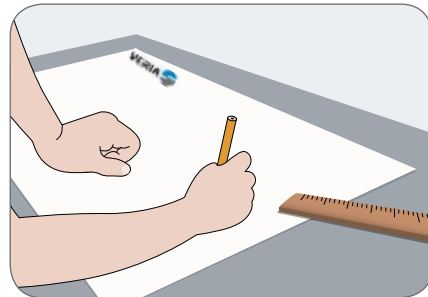

Fig. 1
C. Plan: Folgen Sie den Veria Einbauanleitungen Schritt für Schritt. Sie werden dann keine Probleme beim Einbau der Matten und Regelung haben. Zeichnen Sie Ihren Raum auf das Diagrammpapier (Abb. 1)